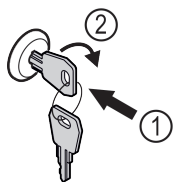

Fig. 123
- ▶ Włożyć kluczyk. Fig. 123 (1)
- ▶ Przekręcić kluczyk o 90° w prawo. Fig. 123 (2)